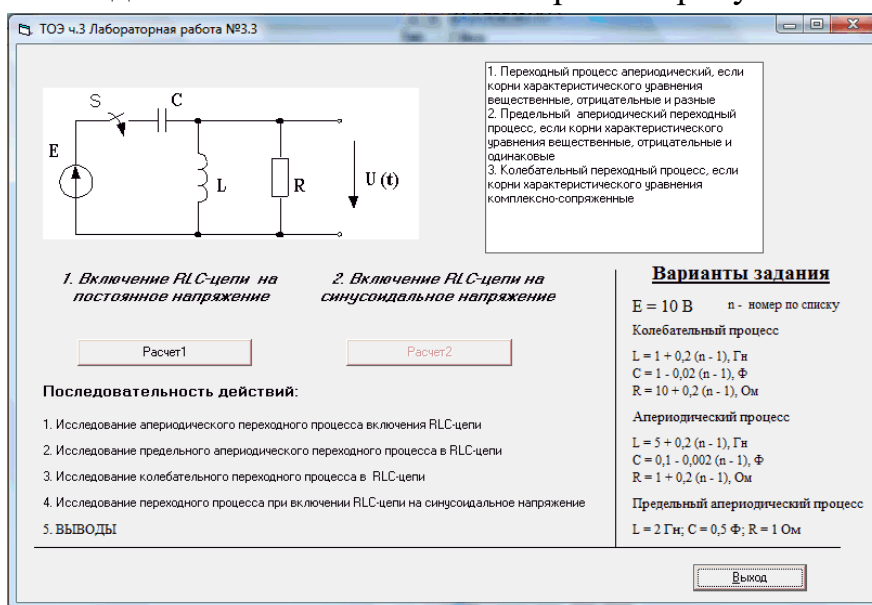

Рисунок 1– Окно последовательности проведения лабораторной работы
2.1. Запустить с «рабочего стола» программу лабораторная работа рисунок 1.